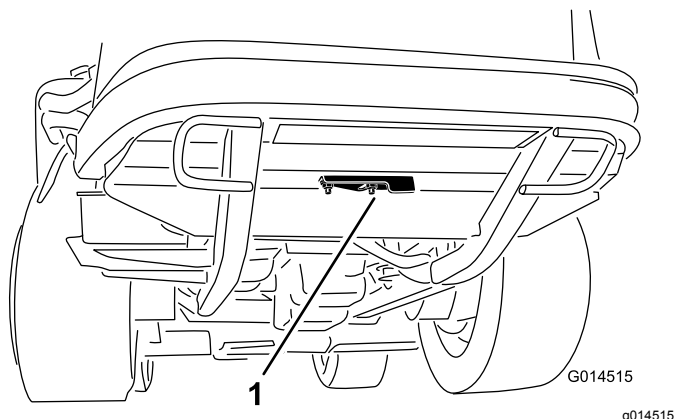

図 44
2. クリーンアウトカバーを後フレームの下側に固定しているフランジナットをゆるめる 図 44。カバーをめくると、フレームのクリーンアウトホール清掃穴が露出する。